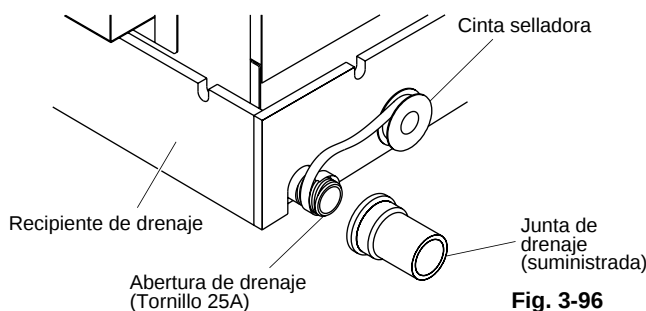

Fig. 3-96
- (1) Prepare un tubo de PVC duro estándar (diámetro exterior de 32 mm) para el drenaje y emplee el conector de drenaje suministrado para evitar fugas de agua. El tubo de PVC debe adquirirse por separado. Al hacerlo, aplique adhesivo para el tubo de PVC en el punto de conexión.
- (2) Si conecta una distribución de drenaje (suministrada) al orificio de drenaje enroscado, envuelva primero las roscas del orificio de drenaje con cinta adhesiva y, a continuación, conecte la conexión. (Fig. 3-96)